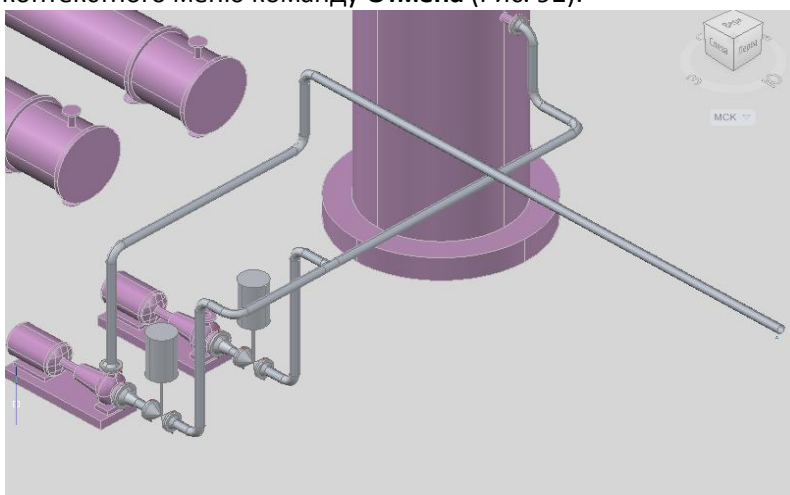

Рис. 92
- Поменяйте **Плоскость** и проведите горизонтальный участок длиной **6900 мм** в направлении, показанном на рис. 92, и закончите трассировку, выбрав из контекстного меню команду **Отмена** (Рис. 92).